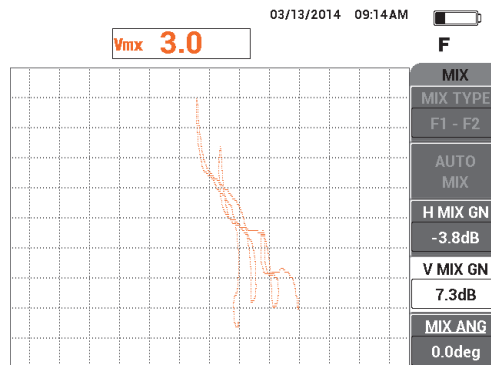

Abbildung 5-110 Einstellen von V MIX VERST
21. Drücken Sie die Funktionstaste E, um **V MIX VERST** zu erhöhen, bis die maximale Amplitude des Signals 80 % der Bildschirmhöhe einnimmt (siehe Abbildung 5-110 auf Seite 220).